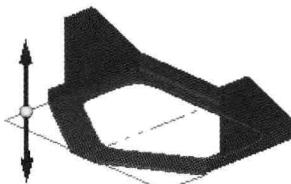
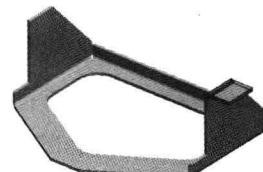

图 1.13 定义移除方向
图 1.14 弯边特征 1
③ 单击“主页”功能选项卡中的“关闭草图”按钮 $\checkmark$ ，退出草绘环境。
(3) 定义除料特征属性。在“除料”命令条中单击 $\square$ 按钮定义延伸深度，在该命令条中单击“全部穿透”按钮 $\blacksquare$ ，并定义除料方向如图 1.13 所示。
(4) 单击**完成**按钮，完成特征的创建。
**Step12.** 创建图 1.14 所示的弯边特征 1。
调整弯边侧方向向外，如图 1.14 所示。